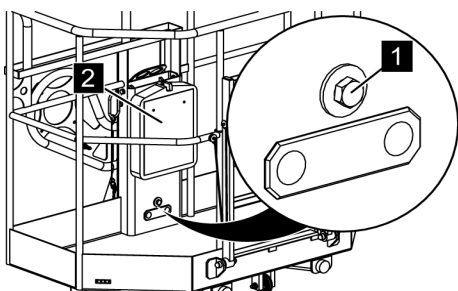

Fig. 70: Vis de fixation de la nacelle
2. ➔ Prendre la clé plate dans le porte-documents (Voir la Fig. 70/2).
3. ➔ Desserrer la vis de fixation (Voir la Fig. 70/1) avec la clé plate.
La vis de fixation (Voir la Fig. 70/1) reste dans le trou de la nacelle.